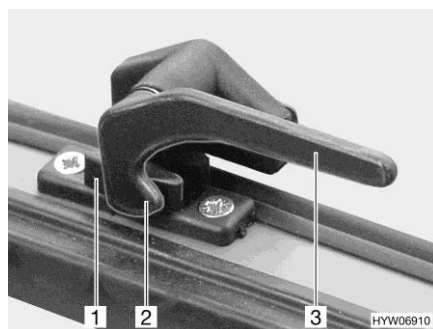

Bild 53 Låsarm (läget "stängd")
- Öppna: ■ Sväng låsarmen (Bild 53,3) ett kvarts varv mot fönstrets mitt.
- Sväng låsarmen (Bild 53,3) ett kvarts varv mot fönsterkarmen. Låsspaken (Bild 53,2) är placerad på insidan av fönsterlåset (Bild 53,1).
- I läget "helt stängt" (Bild 53).